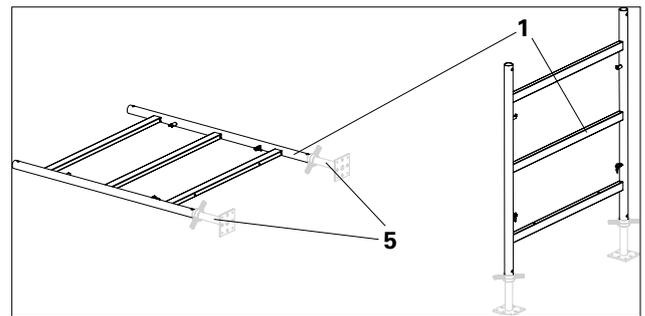

Fig. A1.02
- Inserte un marco PD 5 (1) respectivamente en dos bases regulables TR 48-75/55 (5) (Fig. A1.02).